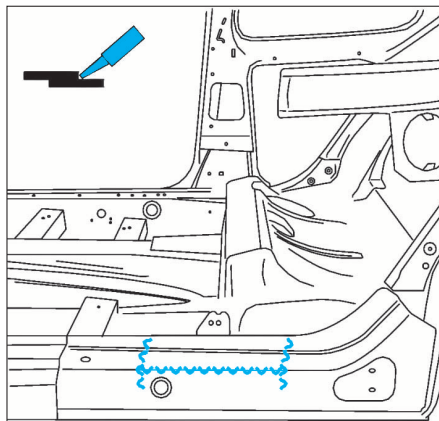

FIG. 74
- Après ajustage, déposer un cordon de colle (Fig.74).